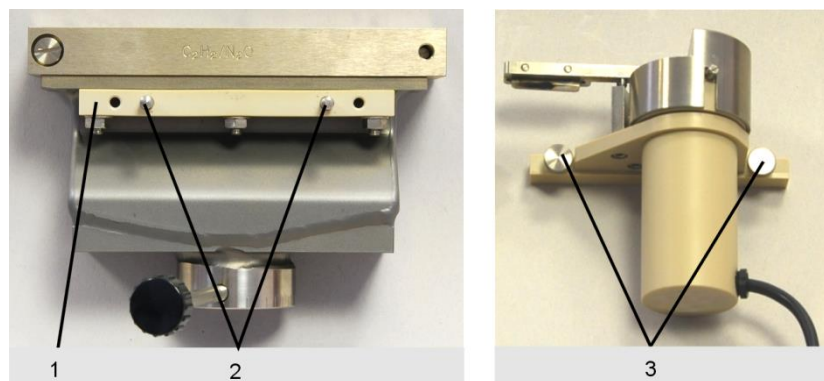

Рис. 56 Фиксирующая планка/винты с накатанными головками на скребке
2. Открутите фиксирующую планку (1 на Рис. 56), выкрутив из скребка винты с накатанной головкой (3 на Рис. 56).
3. Закрепите фиксирующую планку на корпусе горелки, как показано на Рис. 56. Используйте три длинных титановых винта и гайки, входящие в комплект оборудования для монтажа планки. Пропустите винты сквозь переднюю щечку горелки и прикрутите фиксирующую планку гайками.
4. Присоедините скребок к направляющим штифтам фиксирующей пластины (2 на Рис. 56) и закрепите винтами с накатанными головками (3 на Рис. 56).